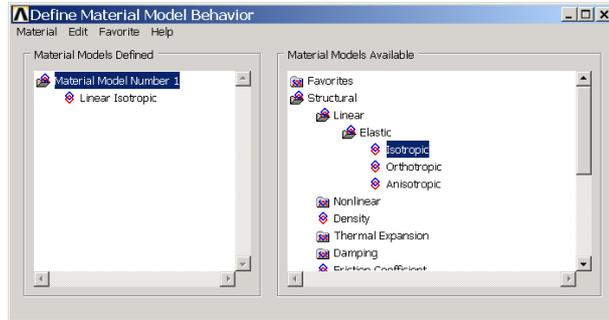

图4.19 材料参数定义表
(7) 接着单击【OK】按钮，返回【DDefine Material Model Behavior】对话框，如图 4.19 所示。左侧的列表框中已经出现了【Linear Isotropic】，表示已经定义了一种各项同性线弹性材料。
说明：用户还可以在图 4.19 所示对话框中单击左上角的菜单【Material】|【New model...】，定义新的材料参数，单击后将弹出如图 4.20 所示的对话框，在【Define Material ID】文本框中输入材料 ID 号（程序会自动编号，用户也可以自己定义），单击【OK】按钮，重复以上步骤进行定义。